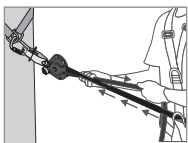
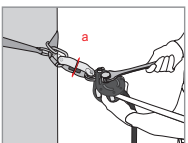

Fig. 3
Fig. 4
Når du har installert livlinen, må du aller først regulere spenningen ved å dra i tauet (i den enden hvor tauet har en endeknute - Fig. 3). Kammen (8) og kamsaken (4) skal da komme i kontakt med tauet. Slå ned kamsaken (4). Ved hjelp av en egnet nøkkel, juster spenningen på akselen for spenningsjustering (1) inntil skiven for spenningsmerket (a) som sitter på spenningsmerket (2) går fritt rundt (Fig. 4). Så snart skiven spinner fritt, SKAL MAN IKKE STRAMME VIDERE! Dette tilsvarer en forhåndsspennning på linen på ca. 1 kN. Når utstyret er i bruk, må du kontrollere denne spenningen jevnlig (skiven for spenningsmerket må spinne fritt) og ved behov, må spenningen justeres, som beskrevet ovenfor.
**MERK!** Ikke prøv å løse akselen for justering av spenningen (1) med nøkkelen. Hvis du prøver på det, vil kammens (8) ikke gi etter, siden den ikke tillater roterende bevegelser mot klokka. Prøver man likevel å tvinge denne akselen til å løse, kan det få alvorlige følger hvor systemets funksjonalitet og for tauets stand.